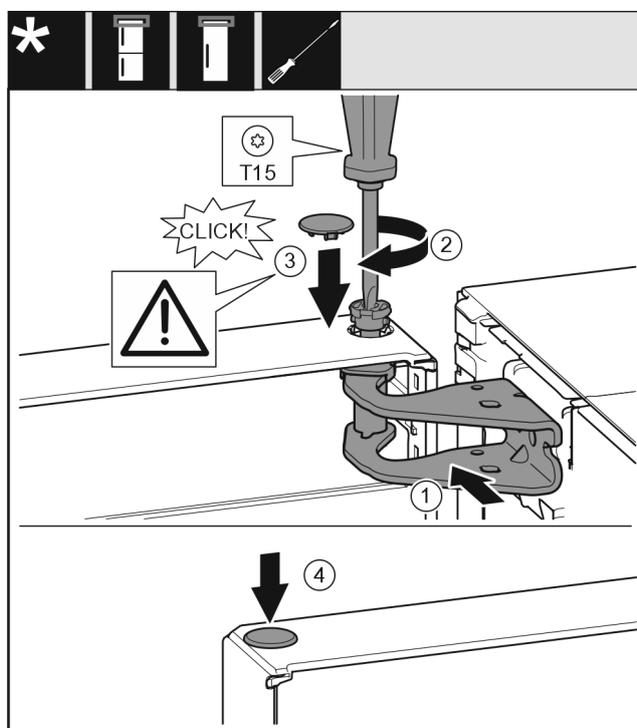

Fig. 23
- ▶ Выровняйте дверь вверху по отверстию в опорном кронштейне. Fig. 23 (1)
- ▶ Вставьте палец и затяните отверткой T15. Fig. 23 (2)
- ▶ Установите предохранительную крышку для защиты двери: Вставьте предохранительную крышку и проверьте, прилегает ли она к двери. В ином случае вставьте палец полностью. Fig. 23 (3)
- ▶ Вставьте заглушку. Fig. 23 (4)